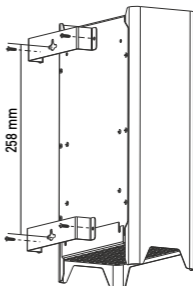

Fig. 1
- 6.4. Estão disponíveis suportes de parede opcionais para montagem horizontal ou vertical do dispositivo na parede [ver figura "Fig. 1" para um diagrama dos suportes].